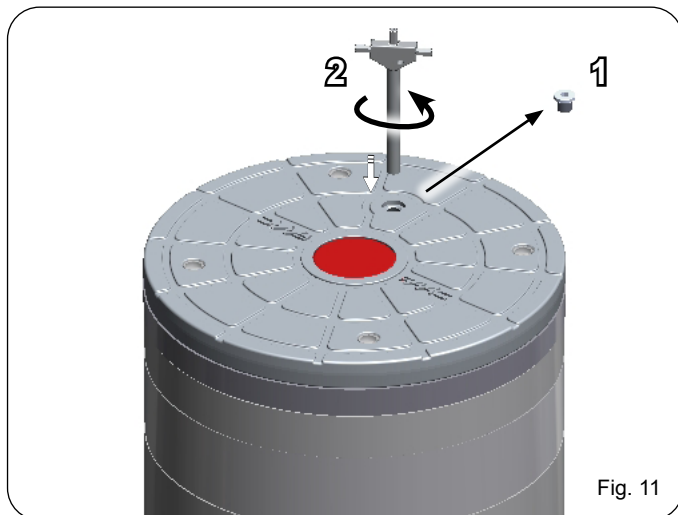

Fig. 11
1. Skruva loss låsskruven på pollarens huvud (fig. 11 ref. 1).
3. Vrid moturs för att sänka pollaren (fig. 11 ref. 2).